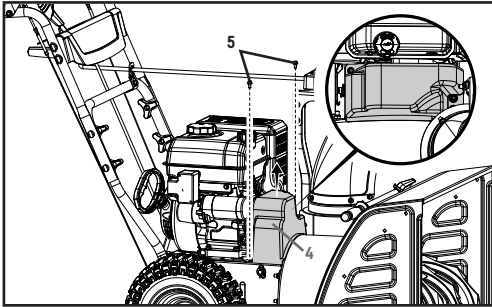

Figure 43
10. Installez le couvercle en plastique de la courroie (4) à l'aide de deux boulons M6 x 16 (5) que vous aviez mis de côté à une étape antérieure. Serrez bien mais pas trop car vous risqueriez d'endommager le couvercle en plastique de la courroie (figure 43).